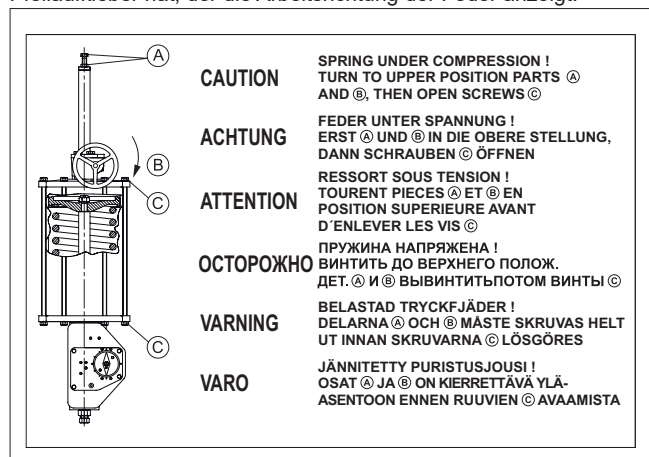

Abb. 26 B1JRR Stellantrieb - Warnschild
Der Zylinder ist mit einem Warnschild (43) versehen, siehe Abb. 26. Prüfen Sie bei der Wartung des Geräts, dass das Schild angebracht und lesbar ist. Prüfen Sie auch, ob das Federmodul den Pfeilaufkleber hat, der die Arbeitsrichtung der Feder anzeigt.